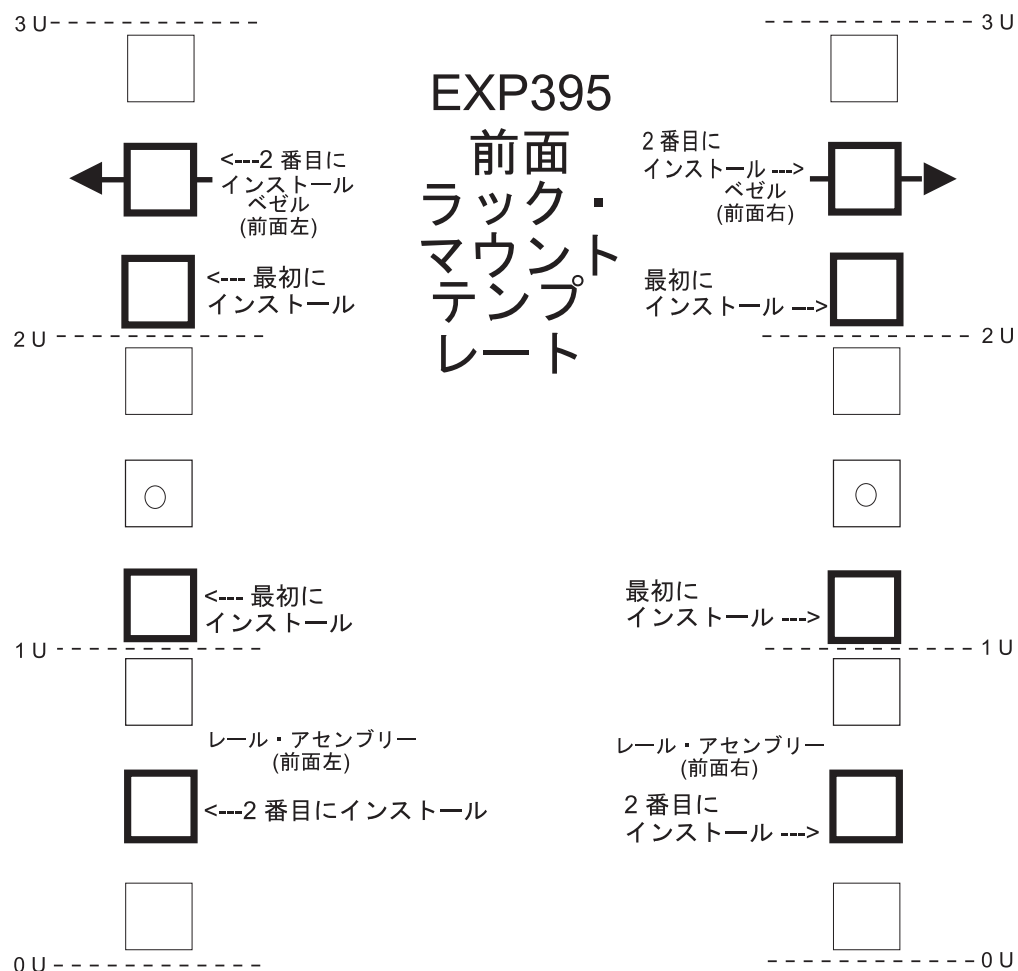
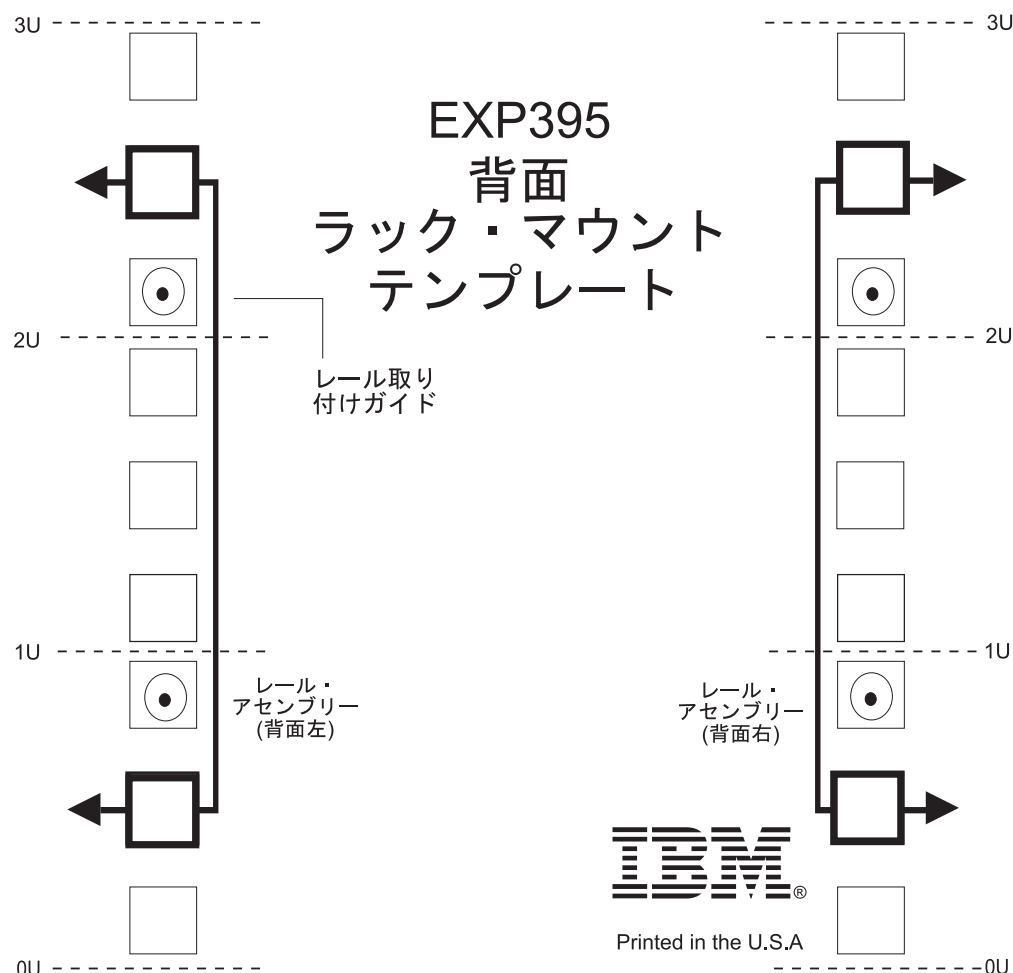

図9. 前面用ラック・マウント・テンプレート
図 10. 背面用ラック・マウント・テンプレート
サポート・レールと EXP395 をラックにマウントする際に M5 ネジを挿入する場合は、次のテンプレート（28 ページの図 9 および 29 ページの図 10）を使用して、正しい位置を確認してください。テンプレートでは、M5 ネジの位置が強調表示されています。
重要: 28 ページの図 9 および 29 ページの図 10 に提供されているラック・マウント・テンプレートを使用して、サポート・レールをラックに取り付ける正しいラック・マウント・ホールを見つけてください。
- ラック・マウント・フランジの内側に対して、レールの背面を保持します。レールの取り付けガイド・ピンが、正しいホールにあることを確認します。図に関しては、29 ページの図 10 を参照してください。
- 5/16 (8 mm) 六角ナット・ドライバーを使用して、2 個の M5 ねじ (2) をしっかり締めます。
注: 28 ページの図 9 の「最初にインストール」のラベルの付いたねじを取り付けたことを確認してください。